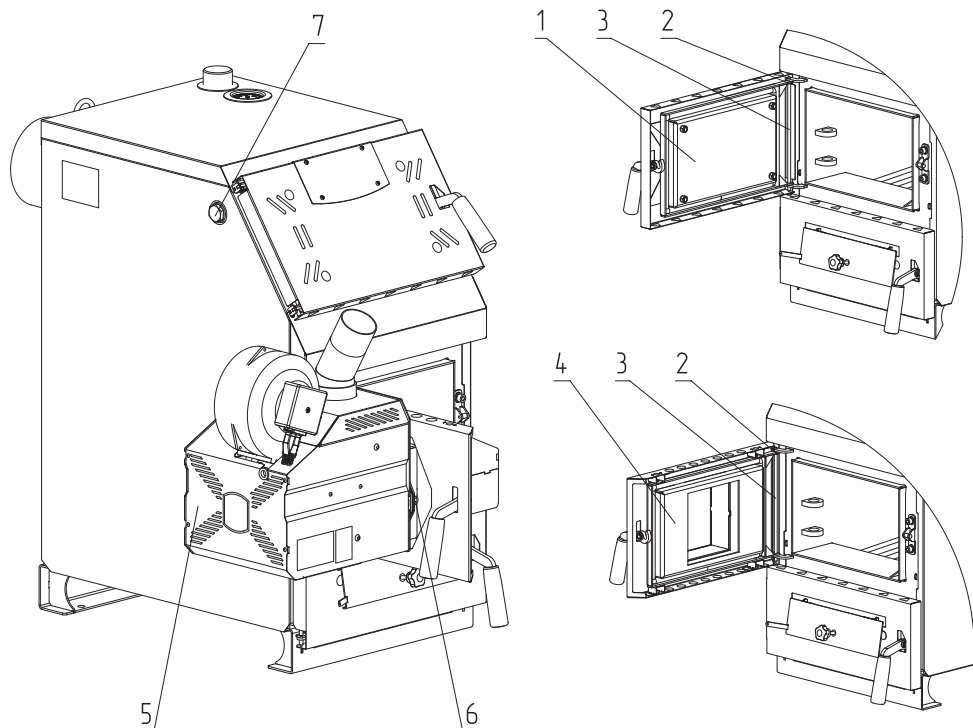

Рис. 9 Порядок установки горелки ZOTA «RAY» на твердотопливные котлы ZOTA Тополь-М 14, 20, 30; ZOTA Тополь ВК 16, 22, 32
- Снимите старую дверь (**Рис. 9, поз. 1**), для этого извлеките стопорные шайбы (**Рис. 9, поз. 2**) и удалите ось (**Рис. 9, поз. 3**);
- Затем установите адаптер (**Рис. 9, поз. 4**) и зафиксируйте его с помощью оси (**Рис. 9, поз. 3**) и стопорных шайб (**Рис. 9, поз. 2**);
- После установки адаптера установите горелку (**Рис. 9, поз. 5**) и зафиксируйте ее гайками (**Рис. 9, поз. 6**);
- Для установки гильзы под датчики температуры и перегрева снимите пробку или тягорегулятор (если установлен) и установите гильзу (**Рис. 9, поз. 7**) в освободившееся отверстие.